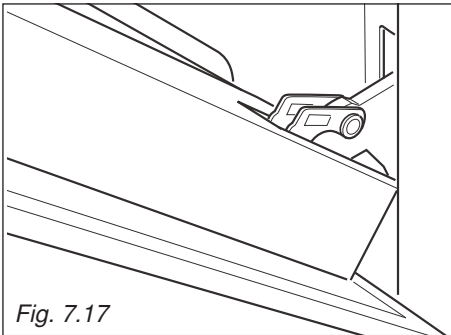

Fig. 7.17
1. Assurez-vous que la porte est verrouillée en position ouverte (voir la figure 7.17).